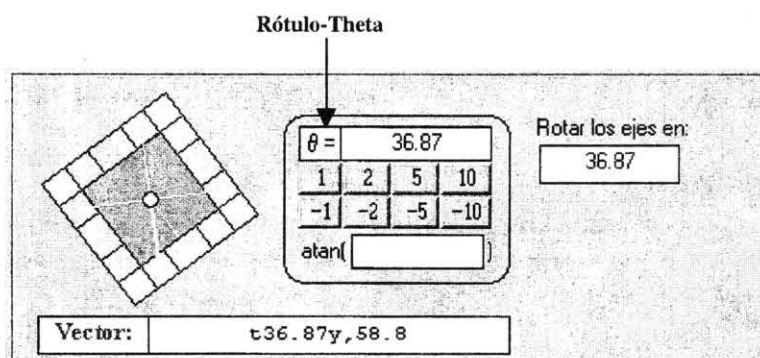

Fig. 23
3. A continuación insertaremos el peso del bloque m_1 , igual a $6 \times 9.8 = 58.8$. Haz clic en el Cuadro-Horario de las 7:00, lo cual inserta el texto "**t30y**," en el Cuadro-Vector. Esta fuerza, por ser vertical, debe formar un ángulo de 36.87° con el eje Y. Para modificar el ángulo de 30° mostrado en el Cuadro-Ángulo haz clic en el **Rótulo-Theta**, lo cual inserta el ángulo de rotación en el Cuadro-Ángulo. El texto del Cuadro-Vector cambiará a "**t36.87y**,". Teclea en dicho cuadro la magnitud del peso, **58.8**, para formar el vector completo (**t36.87y,58.8**) y oprime INTRO (Fig. 23).